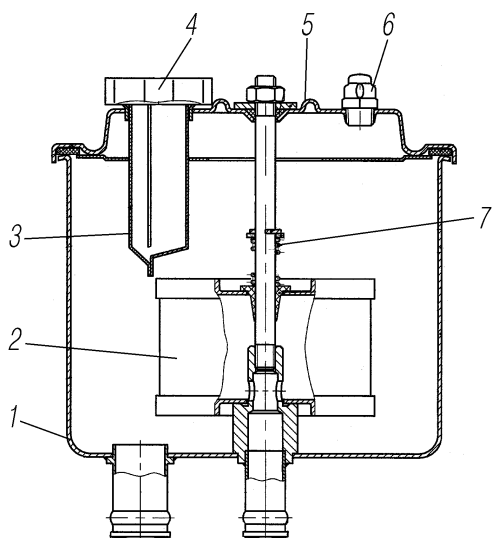

Рис. 55. Бак масляный рулевого управления:
Бак установлен отдельно от насоса. В баке имеется заливной фильтр 3 (рис. 55). Масло, возвращаясь в бак, проходит через фильтр 2. При засорении сетки фильтра 2, последний приподнимается, сжимая пружину 7, и масло поступает в бак, минуя фильтр. Уровень масла в баке замеряется указателем при незавернутой пробке 4.
5. Снять крышку 5 (см.рис. 55) масляного бака, фильтр 2 и промыть фильтр.